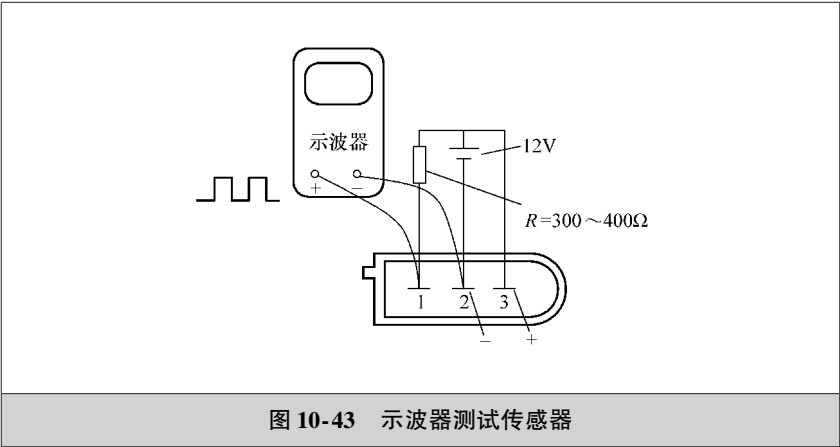

图 10-43 示波器测试传感器
2) 如图 10-43 所示，连接好线路，并给传感器 3 号、2 号端子施加 12V 蓄电池电压，然后转动转向盘。此时用示波器检测 1 号端子的波形，应如图 10-43 所示，如果波形异常则应更换传感器。